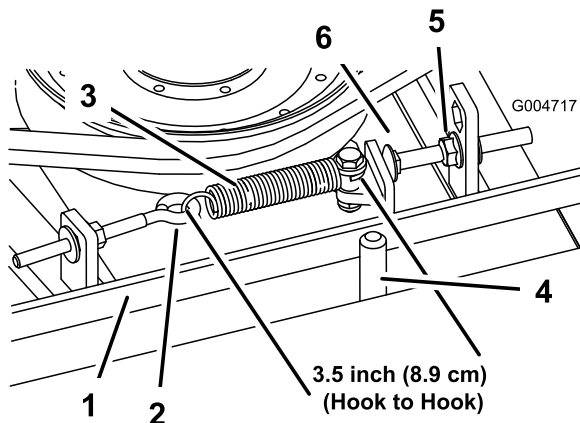

Figure 70
Lorsqu'il est correctement tendu, le ressort d'extension (d'un crochet à l'autre) doit mesurer environ  $8,9 \text{ cm} \pm 6 \text{ mm}$  (intérieur). Lorsque le ressort est correctement tendu, ajustez le boulon de butée (boulon de carrossier) jusqu'à obtenir un jeu approximatif de  $3 + 1,5/0,0 \text{ mm}$  entre la tête du boulon et le bras de la poulie de tension (Figure 70).
**Remarque:** La courroie doit être placée du côté ressort du guide (Figure 70).
2. Desserrez le boulon à œil pour pouvoir enlever le ressort d'extension (Figure 70).
3. Desserrez l'écrou à embase qui fixe le boulon de butée à la patte de montage. Reculez l'écrou suffisamment pour que le bras de la poulie de tension passe le boulon de butée (Figure 70). Éloignez la poulie de tension de la courroie pour détendre cette dernière.
8. Raccrochez le ressort d'extension (Figure 70) au boulon à œil et tendez la courroie comme suit :